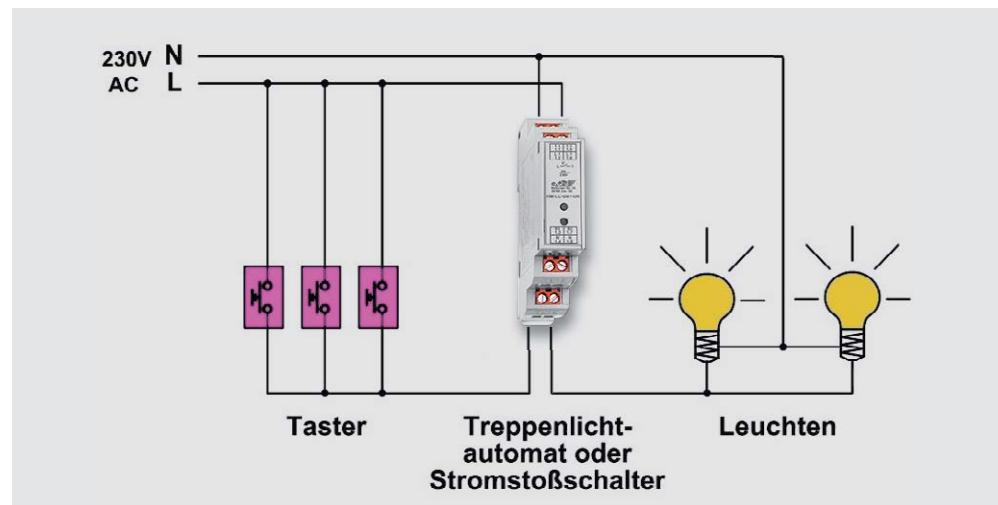

Bild 15: Tasterschaltung/Treppenhausschaltung mit Homematic 1-Kanal-Schaltaktor im Hutschienengehäuse
Lösung 1: Um eine Tasterschaltung oder Treppenhausschaltung in Homematic zu integrieren, kann einfach der vorhandene Treppenlichtautomat bzw. Stromstoßschalter durch den Homematic 1-Kanal-Schaltaktor im Hutschienengehäuse (6) ersetzt werden. Diese Lösung ist in Bild 15 zu sehen. Somit ist die Schaltung auch jederzeit um weitere Schaltmöglichkeiten per Funksteuerung oder z. B. durch die Einbindung eines Funk-Bewegungsmelders erweiterbar.